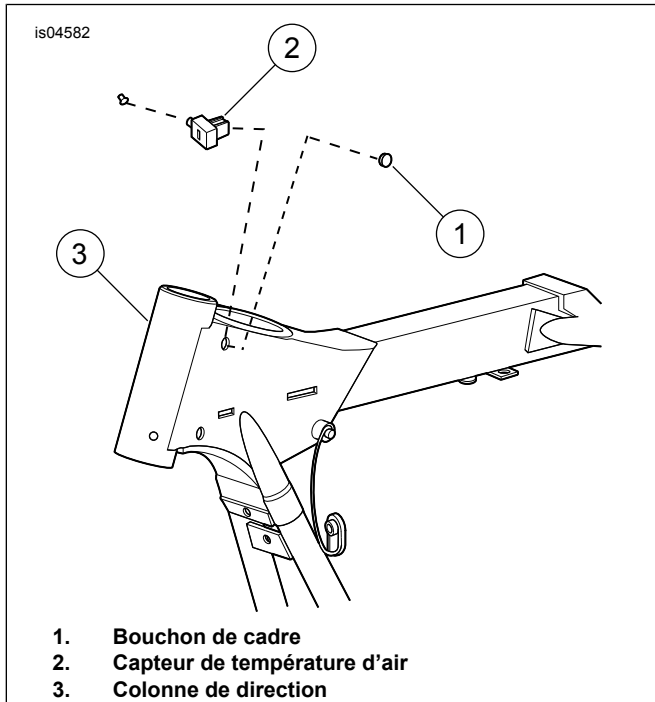
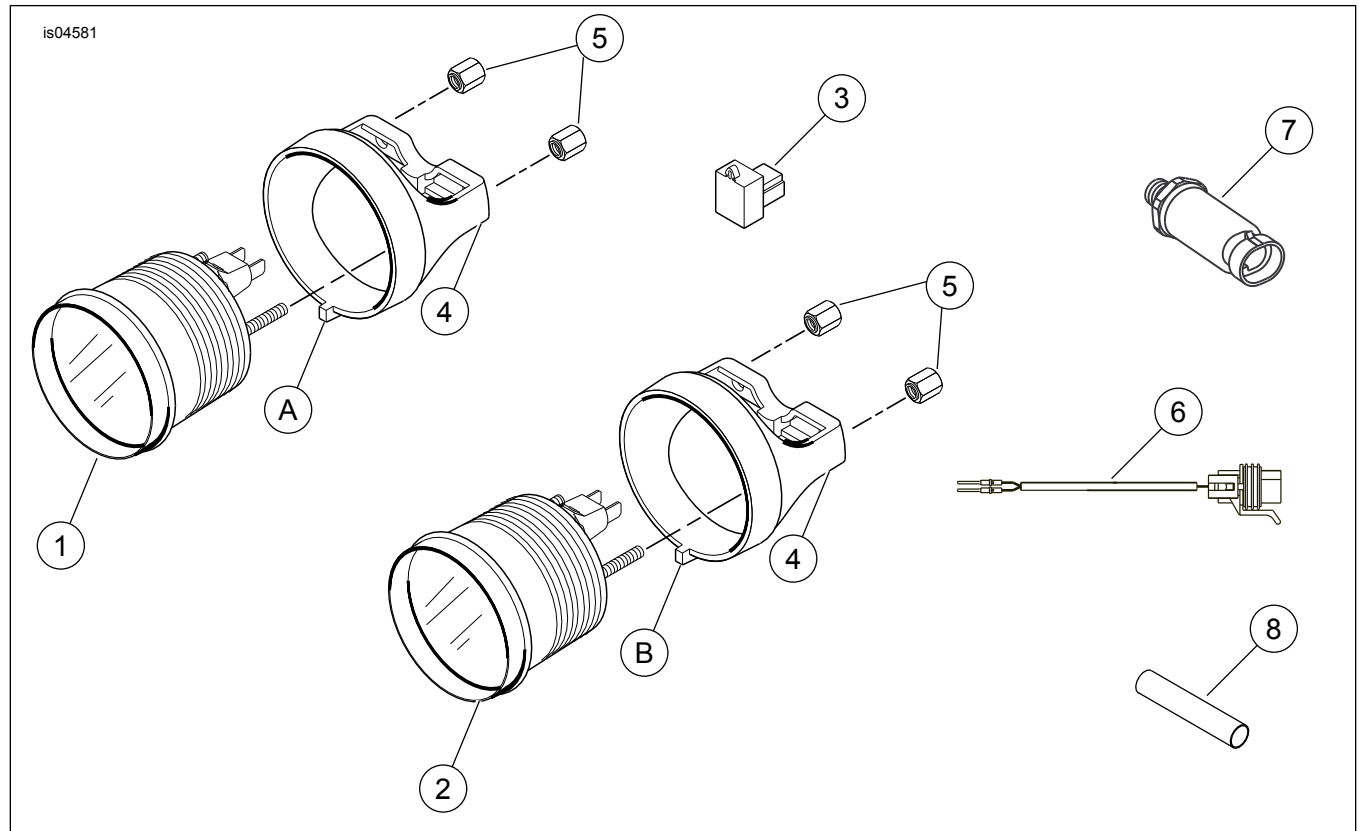

Figure 7. Emplacement du capteur de température d'air – modèles de 2008 et plus récents
Figure 9. Pièces détachées : Kit de jauge FLHT
Voir Figure 9 et Tableau 1.
8. Voir Figure 9. Acheminer les broches de connexion volante (6) du kit dans le conduit dans le même sens que le fil d'origine de l'étape 7. Utiliser des serre-câbles pour le fixer au faisceau de fils.
14. Voir Figure 9. Amorcer le capteur de pression d'huile (7) dans l'alésage du carter moteur. Serrer le commutateur à un couple de 11–14 N·m (8–10 ft-lbs) avec une clé de pied de corneille de 1 1/16 pouce.
3. Voir Figure 9. Installer les jauges (1 et 2) dans le carénage intérieur. S'asseoir sur la moto : la jauge de température d'air s'installe dans le trou à gauche du plateau de radio et le manomètre d'huile s'installe dans le trou à droite du plateau de radio.
4. Pour chaque jauge, glisser la bride arrière (4) sur les goujons de jauge. S'assurer que la patte (A ou B) du support s'engage dans l'encoche au fond de l'alésage du carénage intérieur.
5. Installer, sans serrer, les écrous hexagonaux (5) sur les goujons. Vérifier que la jauge soit correctement alignée et ensuite bien serrer les écrous.
6. **Pour les modèles de 2000 à 2007 :** Voir Figure 6. Installer le capteur de température d'air dans l'emplacement indiqué (2) en poussant le montant du connecteur dans le trou du support de carénage. **Pour les modèles de 2008 et plus récents :** Voir Figure 7. Retirer le bouchon de cadre (1). Pousser le montant du capteur dans le trou pour installer le capteur. Fixer le faisceau de fils avec le serre-câbles du kit.